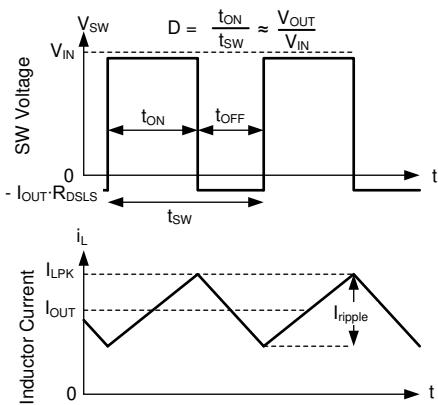

图 7-20. 连续导通模式 (CCM) 下的 SW 电压和电感器电流波形
有关 LM614xxT-Q1 的以下运行说明，请参阅 功能方框图 和 图 7-20 中的波形。两者都以变化的占空比 (D) 打开内部高侧 (HS) 和低侧 (LS) NMOS 开关，从而提供稳定的输出电压。在 HS 开关导通期间，SW 端子电压  $V_{SW}$  摆动至大约  $V_{IN}$ ，电感器电流  $i_L$  以线性斜率增加。HS 开关由控制逻辑关闭。在 HS 开关关闭时间  $t_{OFF}$ ，LS 开关打开。电感器电流通过 LS 开关放电，这会强制  $V_{SW}$  通过 LS 开关两端的压降摆动到地电位以下。稳压器环路调节占空比以保持恒定的输出电压。 $D$  由 HS 开关在开关周期内的导通时间定义： $D = T_{ON}/(T_{ON} + T_{OFF})$ 。